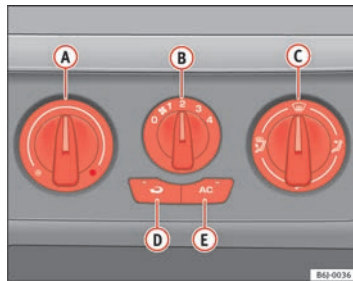

Fig. 91 Mandos del Aire Acondicionado en el tablero de instrumentos
- Desconecte el sistema de refrigeración con la tecla ⇒ fig. 91  (se apaga el testigo de la tecla).
Con la recirculación de aire en marcha $\Rightarrow$ página 132, fig. 91  (se enciende un testigo en la tecla), se evita que los malos olores del exterior, por ejemplo, al atravesar un túnel o en un atasco, penetren en el habitáculo.